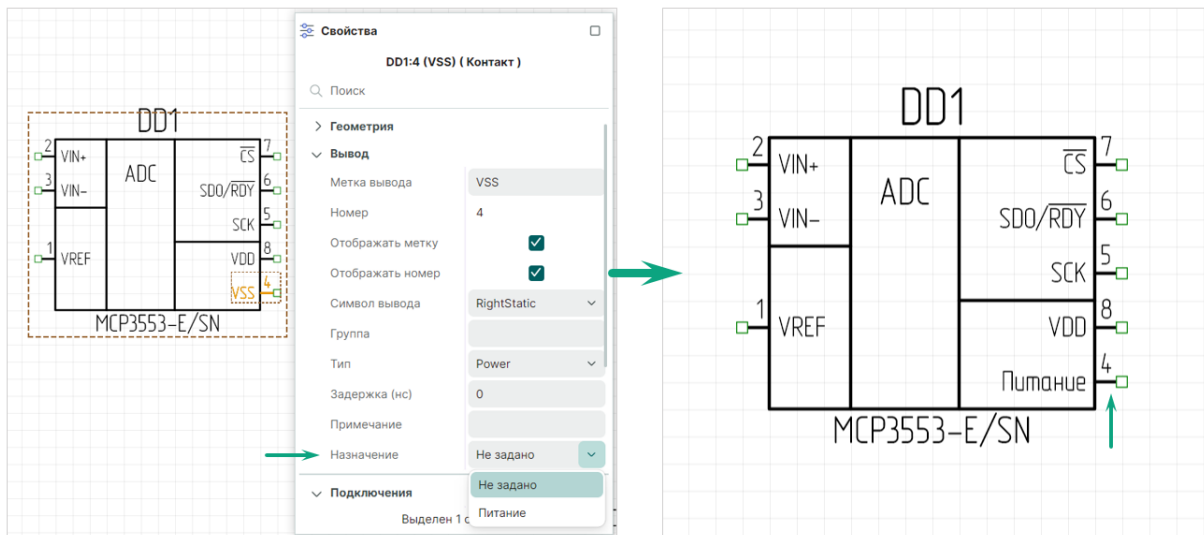

Рис. 266 Выбор назначения в панели "Свойства"
2. В открывающемся списке «Свойства» → «Вывод» → «Назначение» выберите необходимую назначенную функцию, см. Рис. 266.